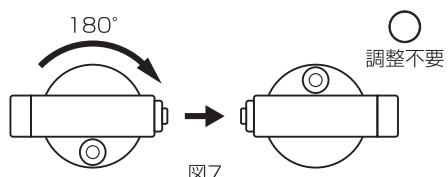

図7
- (1) 5.1の手順で本機を三脚にセットします。
- (2) 気泡がサークルの中心に来るよう置き、本体を180°回転させます。この時、気泡がサークルの中心にあれば(図7)調整の必要はありません。